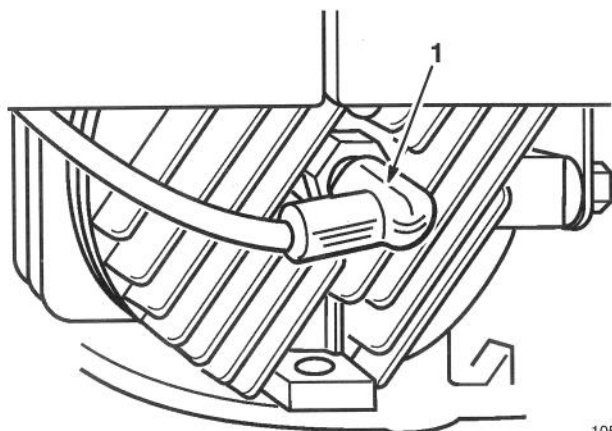

Figure 3
1. Arrêter le moteur et débrancher le fil de bougie (Fig. 3) avant d'installer ou de retirer l'obturateur.
6. Brancher le fil de bougie (Fig. 3).